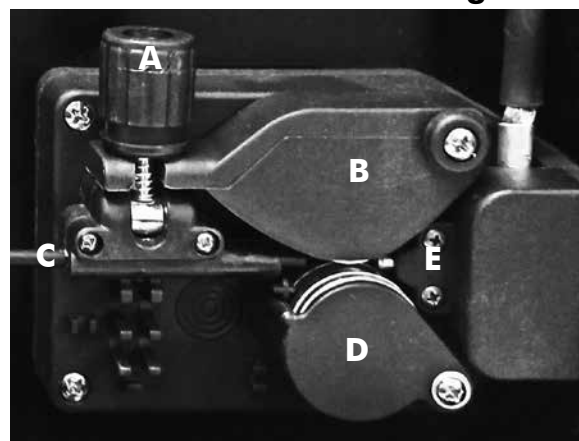

Figura 5
- Aflojar y bajar la empuñadura de material plástico (A) y soltar la palanca aprieta-alambre (B) (Figura 5). Sacar los posibles residuos de alambres de la vaina guía-alambre (E).
- Soltar el alambre de la bobina y mantenerlo agarrado con un par de pinzas con el fin que no pueda desenrollarse. Si necesario, enderezarlo antes de introducirlo en la guía de entrada (C) del alambre. Introducir el alambre haciéndolo pasar sobre el rodillo inferior (D) y por la vaina guía-alambre (E).
- Bajar la palanca aprieta-alambre (B) poniéndola bajo presión con la empuñadura de material plástico (A). Ajustar un poco. Un ajuste excesivo bloquea el alambre y podría dañar el motor. Un ajuste insuficiente no permitiría a los rodillos arrastrar el alambre.